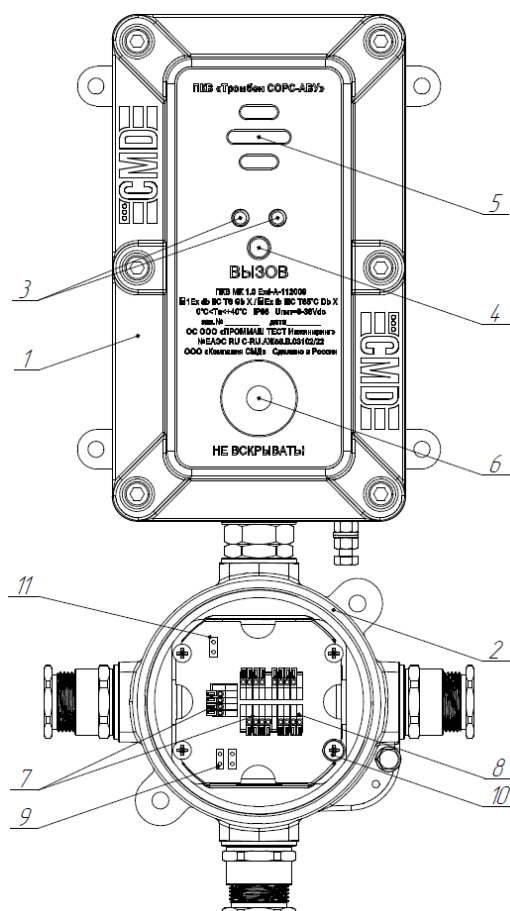

Рис. 1. Внешний вид ПКВ «Тромбон СОРС АБУ» со снятой крышкой коммутационной коробки.
5). Подключите к винту заземления внутри корпуса (рис. 1, поз. 10) экранирующую оплетку кабеля связи с ЛБС.
При изменении конфигурации системы или установке в систему ранее использованного АБУ, необходимо выполнить смену его адреса на заводской (по умолчанию). Только после этого возможно запрограммировать это АБУ в систему. Для смены адреса на заводской необходимо на клеммы АБУ рис. 1 поз. 11 установить перемычку, после этого подать питание на АБУ. Адрес АБУ будет заменен на заводской. После этого необходимо снять перемычку и запрограммировать АБУ в систему.